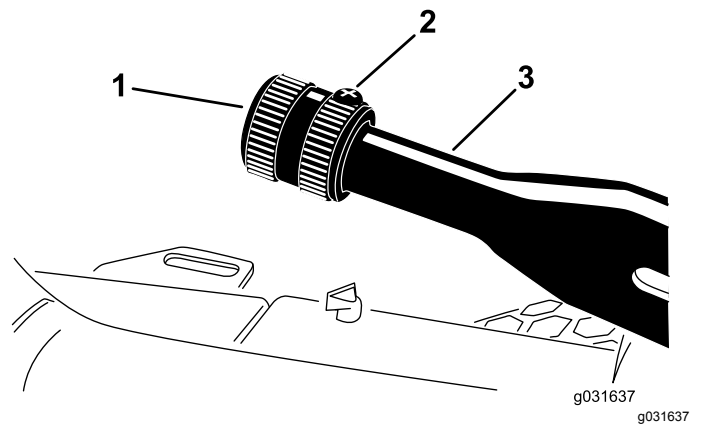

Bild 59
1. Lockern Sie die Stellschraube, mit der das Handrad am Feststellbremshebel befestigt ist (Bild 59).